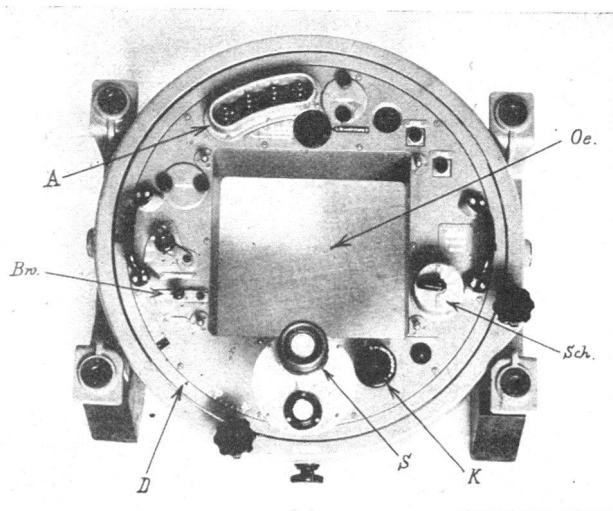

Abb. 3
Der *Kamerakörper* (Abb. 3) ist ein geschlossenes zylindrisches Gehäuse mit durchgehender quadratischer Öffnung in der Mitte, zur Aufnahme des einen oder andern Kamerastutzens. Er enthält das Sucherfernrohr mit den Wanderlinien (S), einen Motor mit Regulierwiderstand, welcher die Wanderlinien in Bewegung setzt, den Ueberdeckungsregler, einen Motor für die Kamera-Verschlußbetätigung und deren Filmtransport; vier Anschlußstecker (für zwei 24 Volt-Batterien, für die Signallampe des Piloten und für das Registrier-Statoskop), den Bedienungsschalter, eine Signallampe und ein Aufnahmen-Zählwerk. Durch Drehen des Schalters aus der Nullstellung auf die erste Stufe nach der Seite *«Reihen»* wird der auf die Wanderlinien wirkende Motor in Bewegung gesetzt. Mit dem grossen Knopf rechts neben dem Sucherfernrohr wird die Geschwindigkeit der Wanderlinien eingestellt. Diese müssen sich gleich schnell bewegen wie das Bild des überflogenen Geländes. Dadurch wird die Winkelgeschwindigkeit des Flugzeuges gegenüber dem Gelände in die Kamera eingeführt. Das Zeitintervall zwischen zwei Aufnahmen hängt ab von dieser Winkelgeschwindigkeit und von der vorgesehenen *Ueberdeckung* aufeinanderfolgender Bilder.
in Abb. 3) können auch Einzelaufnahmen gemacht werden, indem man den Schalter für die Dauer von etwa zwei Sekunden auf *«Einzel»* stellt und dann auf *«Ein»* zurückgehen lässt.
Da die Zeitintervalle zwischen zwei Aufnahmen bei gleicher Ueberdeckung für die beiden Brennweiten verschieden sind, ist eine Umschaltung notwendig. Der entsprechende Hebel, hat zwei Rasten; eine für  $f = 12$ , die andere für  $f = 21$  cm (siehe BW auf Abb. 3).